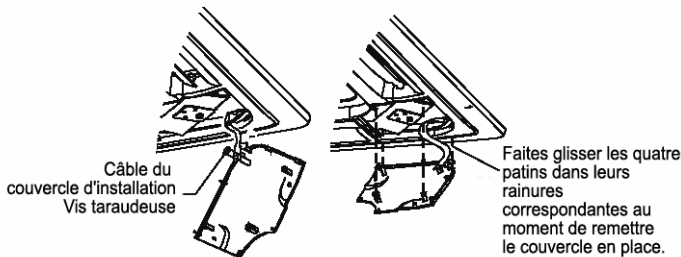

Figure 15
a. Accrochez le câble du couvercle d'installation sur la vis correspondante. (cf. figure 15 gauche)
b. Enfoncez doucement le couvercle d'installation dans le panneau. (cf. figure 15 droite)